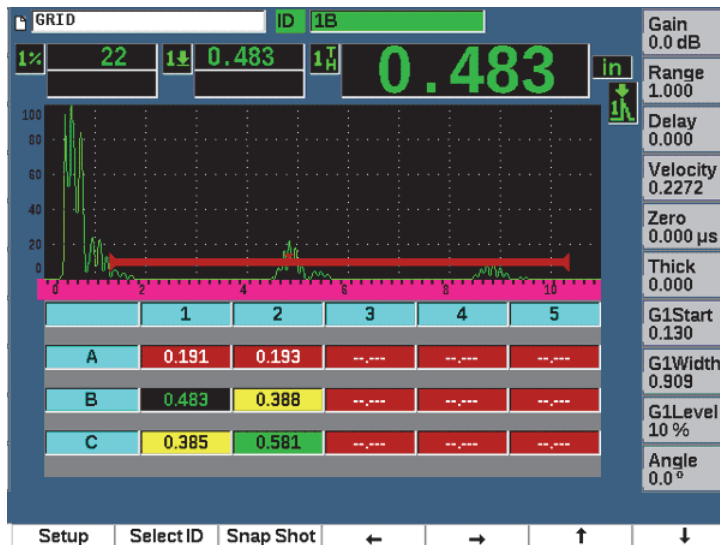

Figura 10-26 Controles de cuadrícula en la pantalla Contents
4. Use el parámetro **Select ID** (tecla P2) para seleccionar y resaltar un ID específico para visualizarlo (vea la Figura 10-26 en la página 257).